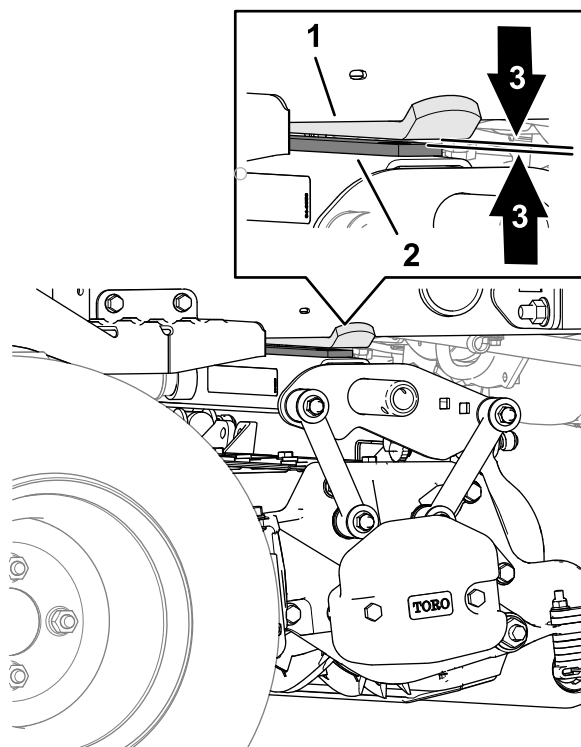

Рисунок 25
4. В задней части режущего блока измерьте зазор между износной накладкой на верхней части износной планки заднего режущего блока и упором буфера (Рисунок 25).